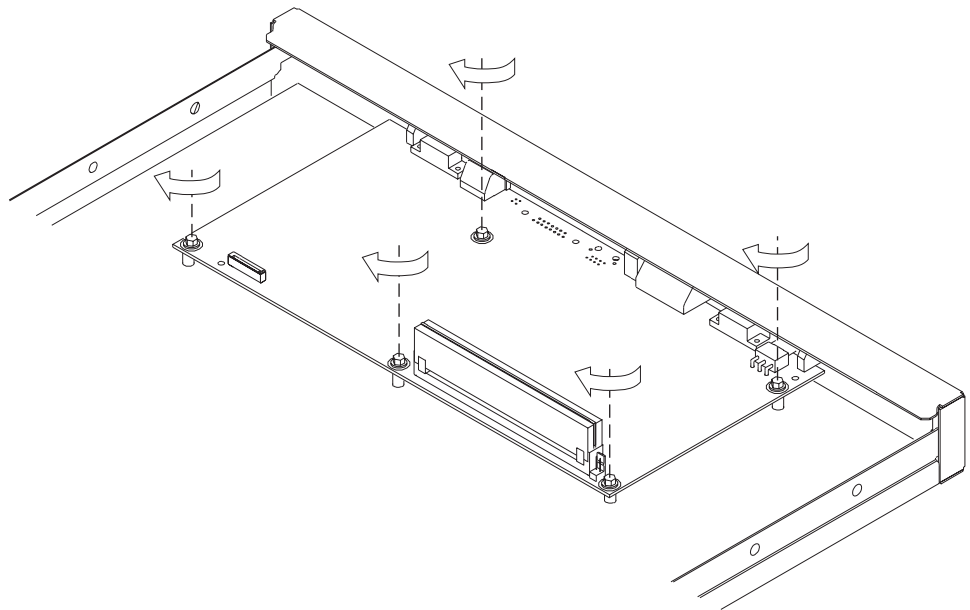
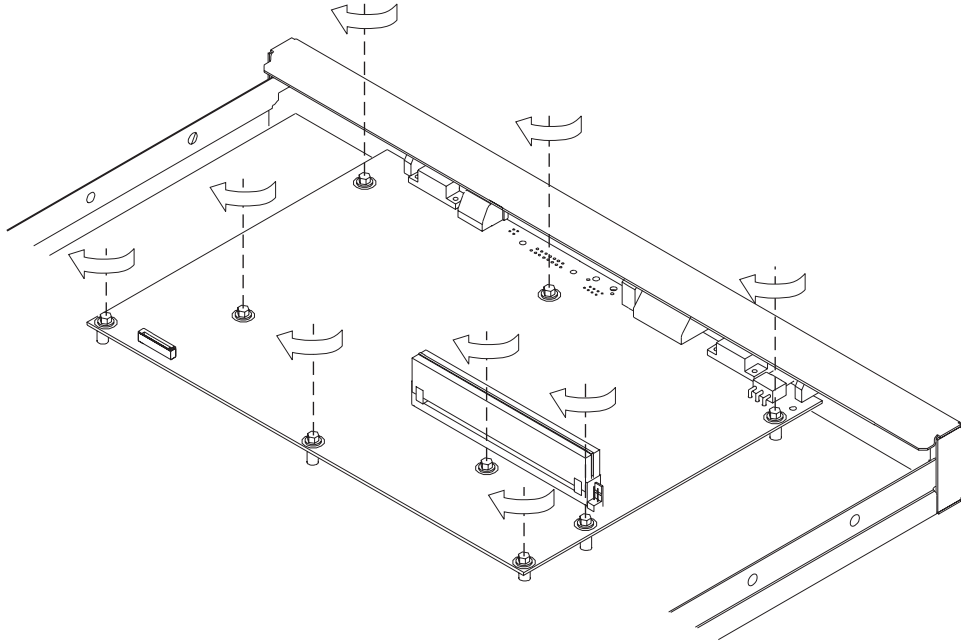

图 4-9. 非 ISDN 系统板 (12x 型)
图 4-10. ISDN 系统板 (12x 型)
- 3** 用螺丝刀重新拧好系统板的固定螺钉。图4-9和第4-8页的图4-10显示了支持 ISDN 和不支持 ISDN 的系统板上固定螺钉的位置。